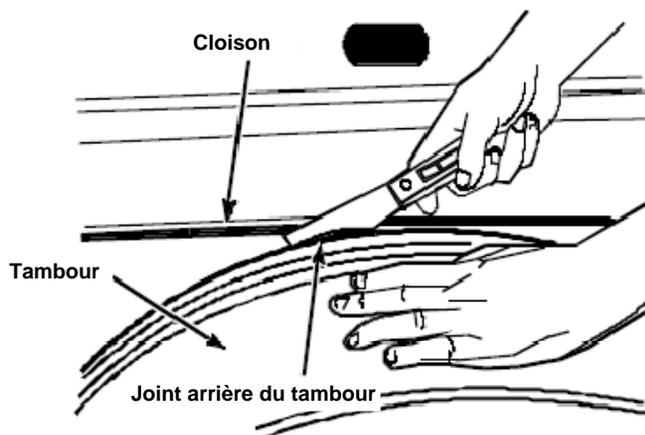

FIGURE 9
- Placer un petit tournevis ou un couteau à mastic sous le joint en haut de la cloison. Faire tourner le tambour à la main d'un tour complet (dans le sens antihoraire) en veillant à ce que le joint arrière couvre la cloison et ne se tourne pas vers l'intérieur. Voir Figure 9.